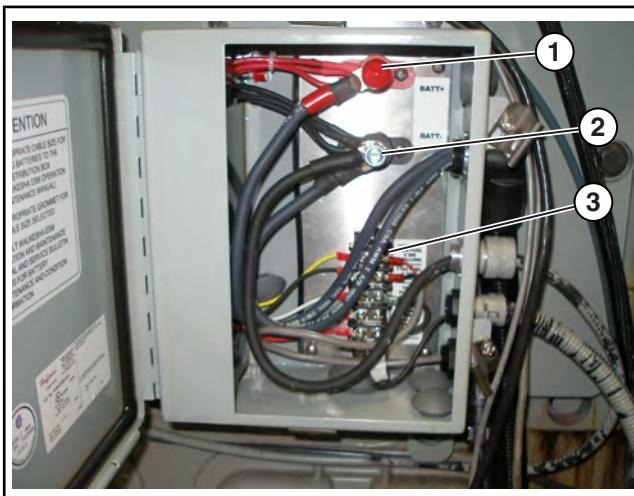

Рисунок 2.45-8: Распределительная коробка
- Закрепите круглую силовую клемму на положительном 3/8-дюйм. выводе в распределительной коробке (см. Рисунок 2.45-8).